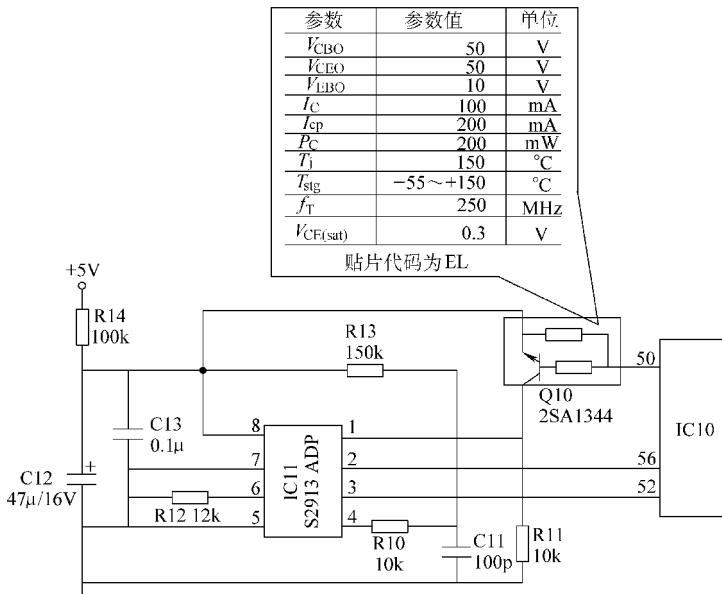

图 4-66 室外机 E²PROM 部分电路截图
出现此类故障时，首先检查电源插头是否接触良好。若接触不良，则应修复或重插；若接触良好，则检查遥控器是否有电。若遥控器异常，则应修复或更换；若遥控器正常，则通电开机观察空调器运行情况。若运行灯闪，但不能开机，则可能是室外机 E²PROM 部分电路（见图 4-66）有故障，此时用万用表检测 E²PROM（IC11 S2913ADP）的③脚电压是否正常。若③脚无电压，则说明故障出在 E²PROM 上。实际维修中，因 E²PROM 插座氧化而引起此类故障较常见。